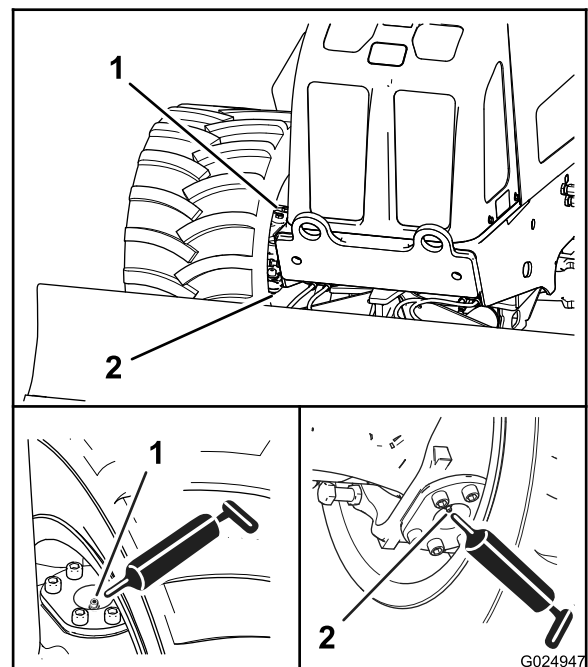
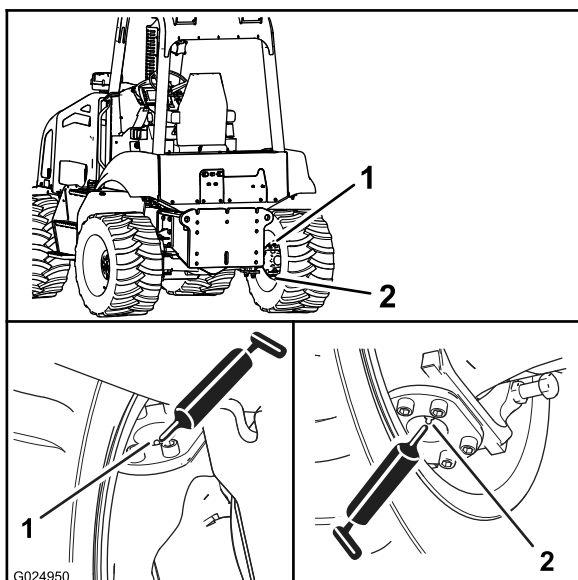

Figura 54
Figura 55
2. Conecte a pistola de graxa às graxadeiras dos pivôs superior e inferior; aplique 2 ou 3 bombeadas de graxa em cada graxeira (Figura 54 e Figura 55).